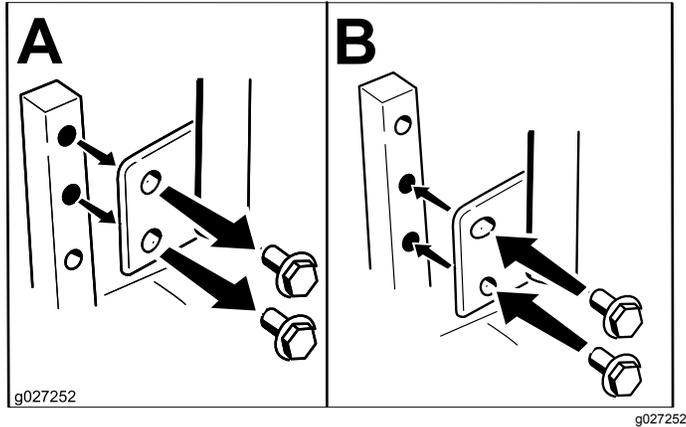

Figura 14
Las palancas de control de movimiento pueden ser ajustadas hacia arriba o hacia abajo para que su manejo sea más cómodo (Figura 14).
2. Afloje el perno inferior lo suficiente para poder desplazar hacia adelante o hacia atrás la palanca de control (Figura 14).